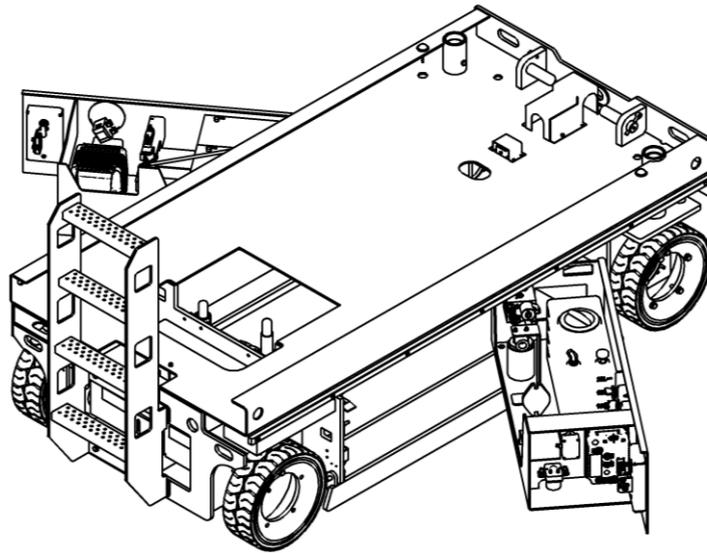
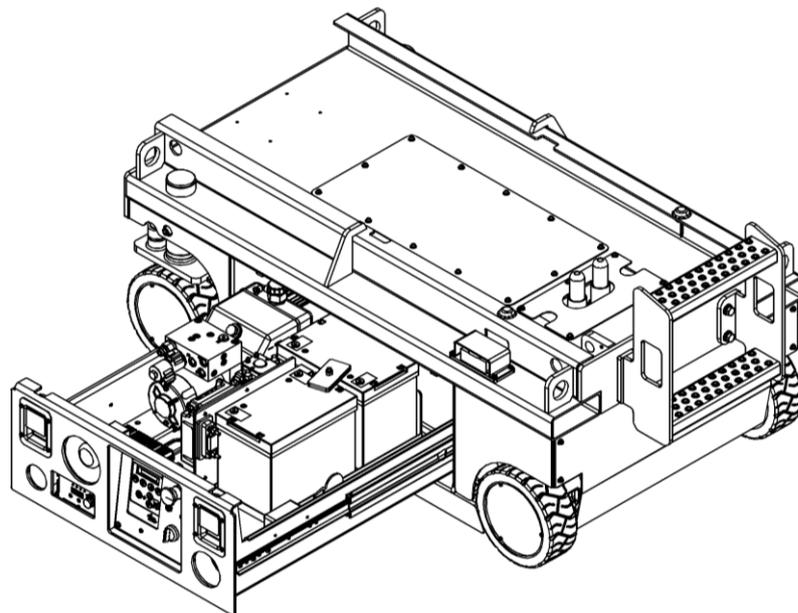

Abb. 1 SWSL1212DC
Abb. 2 SWSL0607DC
- Die beiden Seiten des Fahrwerks werden zur einfachen Wartung aus dem Hauptwagen herausgeklappt, wie in Abbildung 1 gezeigt. Bei diesem Sonderfall umfasst die SWSL0607DC einen Schubladenkasten, wie in Abbildung 2 gezeigt.